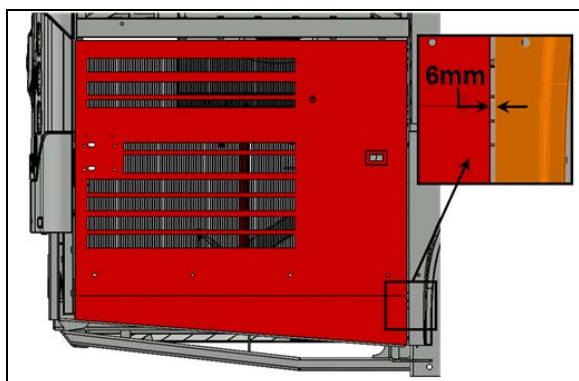

FIGURE 111:
7. Vérifier le jeu entre la porte et l'aile arrière au niveau du bras inférieur de la porte. Le jeu devait être 1/4" (6 mm) (Figure 111:).